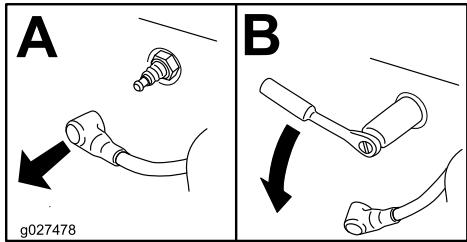

Figura 50
4. Individuate e rimuovete la/e candela/e, come illustrato nella Figura 50.